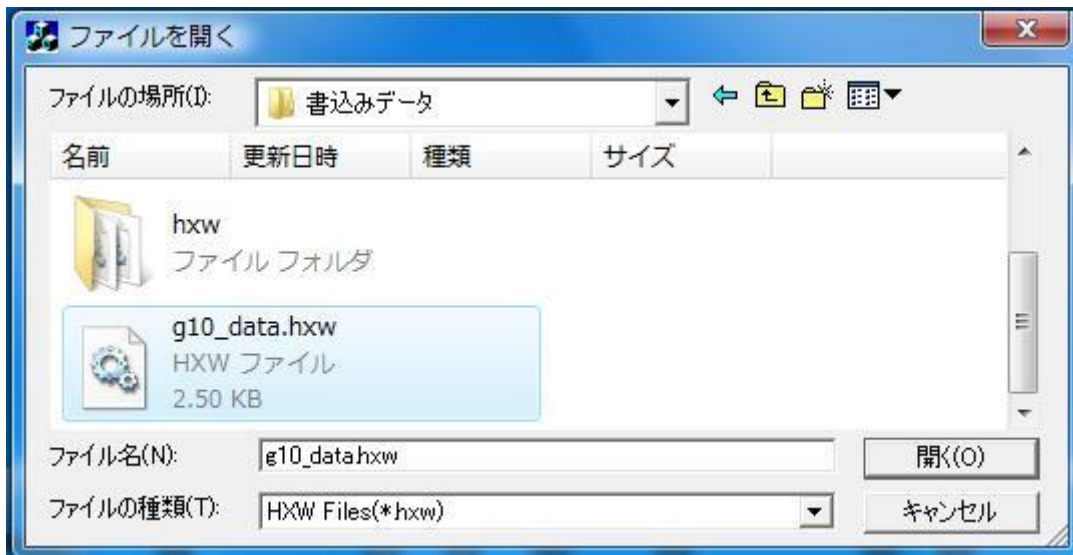

図11.2 ファイル選択画面
2. Browse をクリックし、CRCサムを確認したい.Hxwファイルを選択してください。(図11.2)